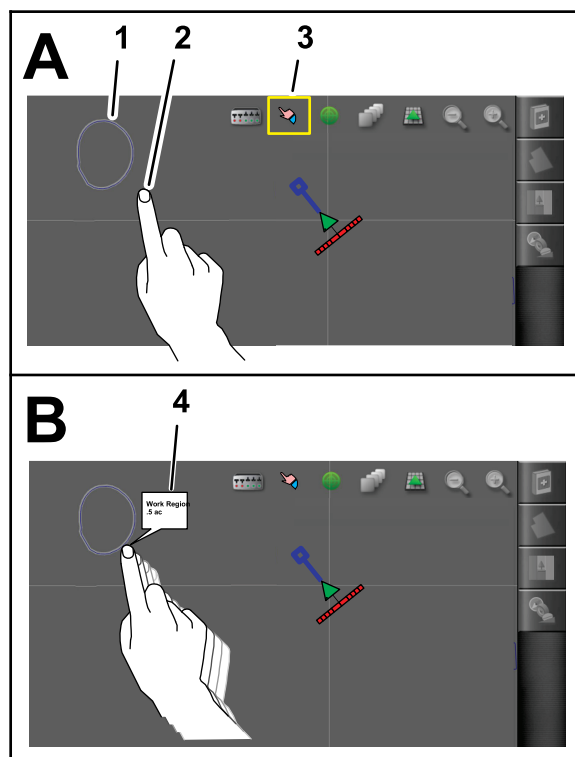

Рисунок 56
1. После создания границы нажмите пальцем на экран управляющей консоли рядом с линией границы и удерживайте нажатие, пока не загорится значок выбора границы, затем проведите пальцем к линии этой границы (Рисунок 56).